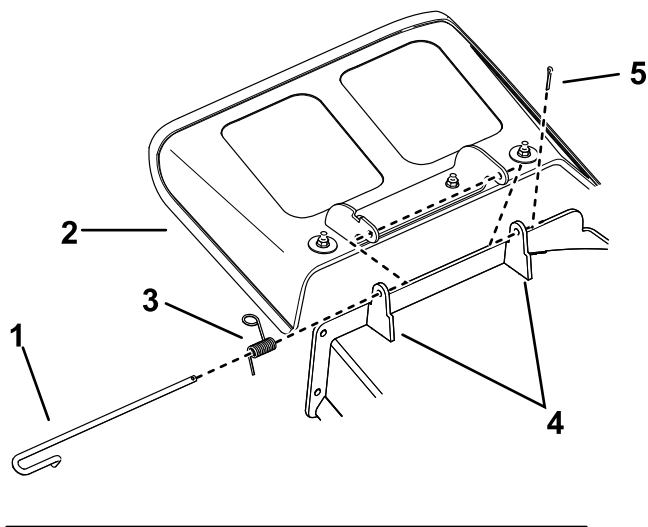

Bild 78
1. Lösen Sie die Feder aus der Kerbe in dem Ablenkblechhalter und schieben Sie die Stange aus den geschweißten Mähwerkhalterungen, der Feder und dem Auswurfablenkblech heraus (Bild 78).